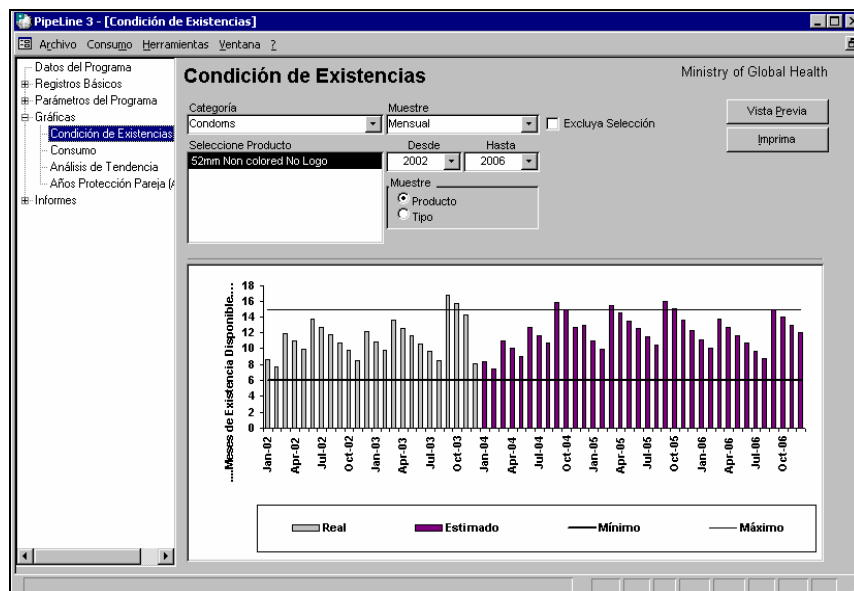

Figura 6-1 -- Ventana Condición de Existencias
1. Haga clic con el cursor apuntando en la opción Condición de Existencias del Árbol de Opciones (bajo Gráficas) para que aparezca la ventana Condición de Existencias (vea la Figura 6-1).